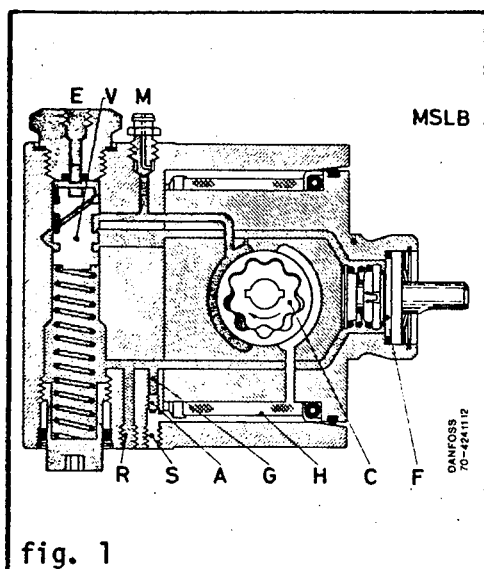

fig. 1
Når olie pumpen startes, suges olien fra sugestudsens (S) gennem filtret (H) til tandhjulet (C) (fig. 1).